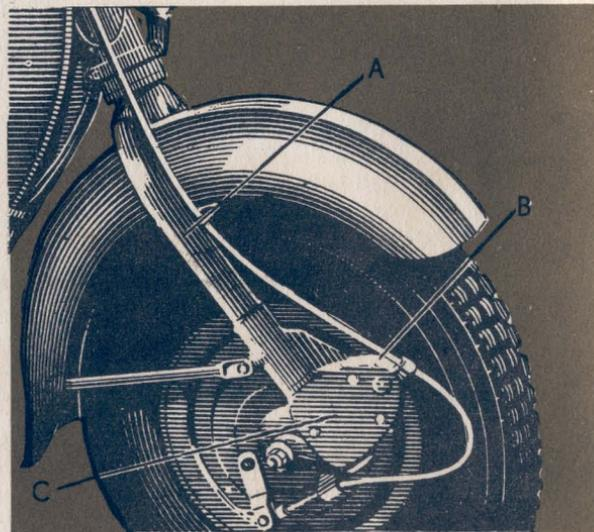

Fig. 5
### Suspensión (Fig. 5)
El sistema de suspensión delantera es a resortes de elasticidad progresiva de acero especial. Un par de bielas actúan como palancas, tomando en un extremo el eje de la rueda delantera y en el otro un perno que hace oscilar una palanca interna de cabeza esférica, la que presiona el resorte que se encuentra alojado dentro de la horquilla (A)(Fig.5) Estos grupos, que funcionan lubricados por grasa, se hallan protegidos contra el agua y el polvo, dentro de las cajas(B). La suspensión trasera (Fig. 6), actúa por medio de un largo brazo oscilante constituido por la caja de transmisión (A) (Fig.12), que oscila sobre un perno de acero soportado por el bastidor. En su movimiento, el brazo oscilante acciona sobre la barra de torsión, construida de acero especial.